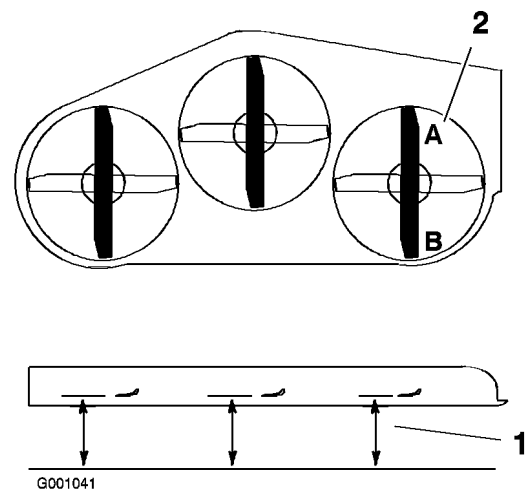

Bild 74
1. Stellen Sie das rechte Schnittmesser in Längsrichtung (Bild 74).
2. Messen Sie das rechte Messer an der Stelle **A** von einer ebenen Oberfläche bis zur Schnittkante der Messer (Bild 74).
4. Messen Sie das rechte Messer an der Stelle **B** von einer ebenen Oberfläche bis zur Schnittkante der Messer (Bild 74).
- Das Schnittmesser sollte an Stelle **A** 6 mm bis 10 mm niedriger sein als an Stelle **B** (Bild 74). Sollte die Einstellung nicht richtig sein, machen Sie mit den folgenden Schritten weiter.